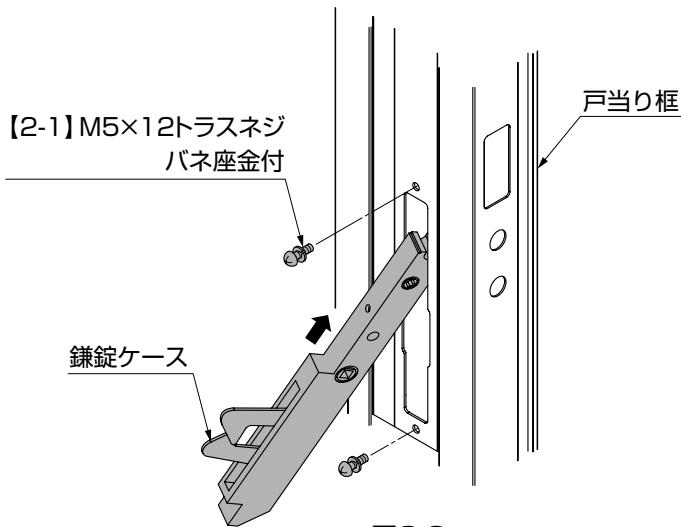

図3-8
- ① 錠掛け側の框に左図のように鎌錠ケースを差込み、矢印のように上に持ち上げ、ケース部分が框に全て入った後、鎌錠ケースを垂直に下におろし【2-1】で固定してください。（図3-8参照）